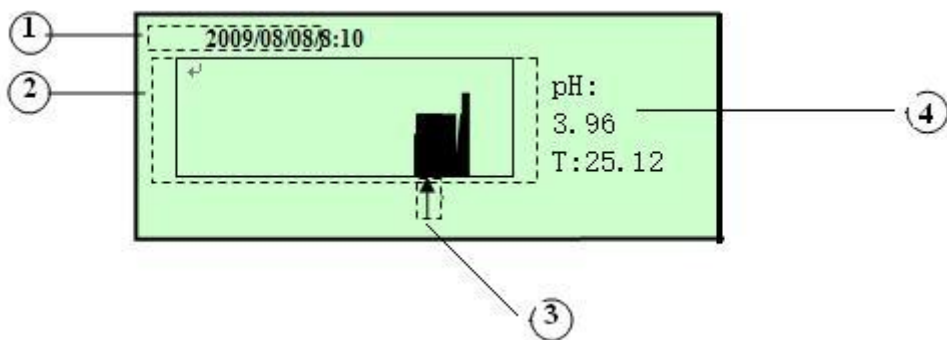

图 3-37 历史数据界面
仪表每隔 5 分钟将自动记录测量的数据，一次能显示 9 个小时的历史记录，在仪表信息菜单内选择“2 历史数据”后按“SET”键，就出现如图 3-37 所示的历史数据显示界面，标号①的时间是箭头所指数据的测量时间，箭头移动时，时间相应变化；标号②为历史数据比例显示区，曲线的高度是历史数据相对当前设置量程的比例，曲线达到最大高度时表示数据大于或等于当前设置的量程值；标号③的箭头用于指示当前显示的历史数据的位置，箭头可以通过“▼”和“▲”键移动，此时标号①和④对应的的时间和浓度将跟随箭头位置的变化而变化，当箭头移动到最左端时，如果继续按“▲”键，将显示前 9 小时内的历史数据，同样，如果当箭头位于最右端时，如果继续按“▼”键，仪表将显示下一个 9 小时的历史数据。通过“MODE”与“▲”可以向前快速翻动历史记录，“MODE”与“▼”可以向后快速翻动历史记录，每次翻动一页。